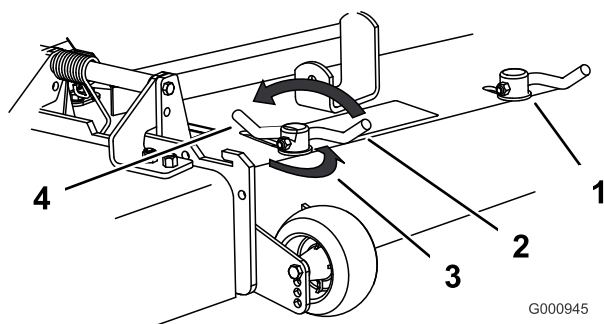

Figure 23
3. Pour régler les verrous à came, soulevez le levier pour desserrer le verrou (Figure 23).
5. Repoussez le levier à sa position d'origine pour serrer le déflecteur et les verrous (Figure 23).